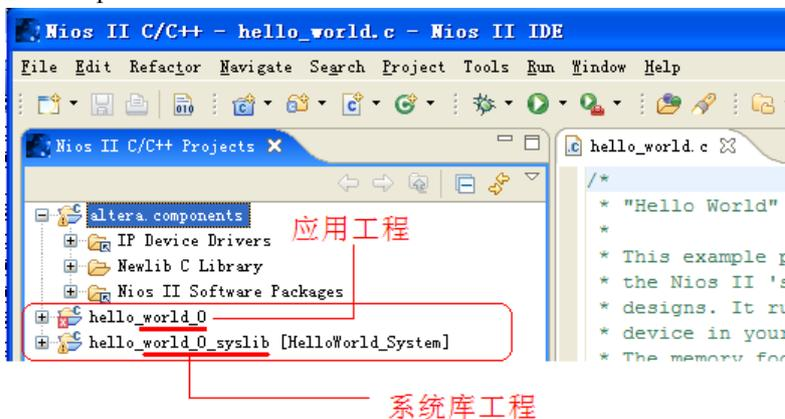

图 6-17 HelloWorld 的两个工程
22. 先后对准两个工程 (一个应用工程与一个系统库工程, 参看图 6-17。) 右键单击, 执行弹出菜单里的 Properties。